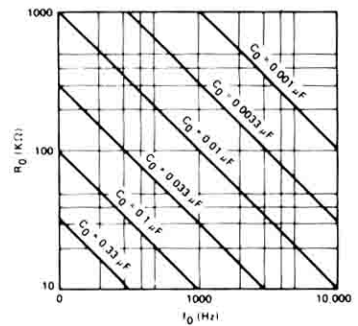

Figure 6. VCO Frequency vs Timing Capacitor
- c) Il valore di C_0 si calcola con l'equazione di progetto n. 1 o dalla fig. 6:
- 3) Calcolare dalla fig. 6 $C_0 = 0,044$ μF.
- Calcolare C_0 in modo che la frequenza centrale f_0 sia uguale a f_s ; dalla fig. 6 abbiamo $C_0 = 1/R_0 f_s$.